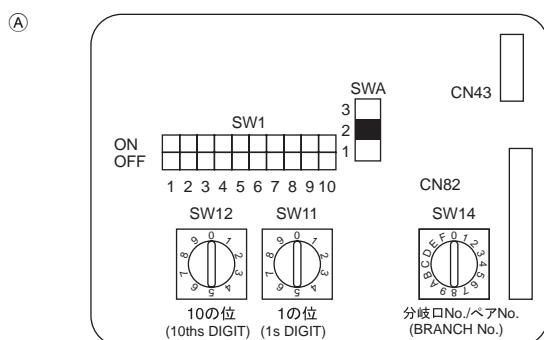

Рис. 6-4
- ③ Беспроводной пульт дистанционного управления (в случае установки приемника беспроводных сигналов)
6.5. Установка адресов (Рис. 6-4)